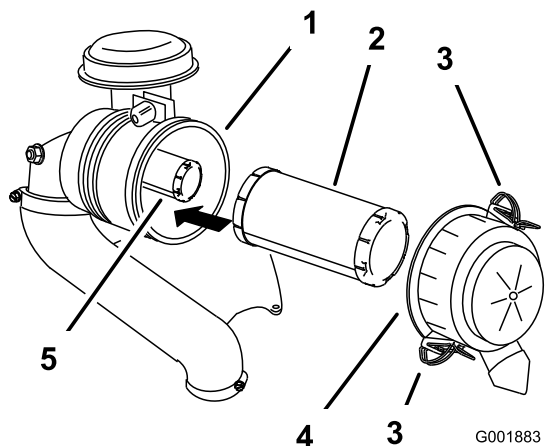

Figura 29
3. Abra los cierres del limpiador de aire y tire de la tapa de la entrada de aire para separarla del cuerpo del limpiador de aire (Figura 29).
5. Extraiga con cuidado el filtro primario de la carcasa del limpiador de aire (Figura 29).
2. Para cambiar el filtro interior, introdúzcalo con cuidado en el cuerpo del filtro (Figura 29).
3. Deslice cuidadosamente el filtro primario por encima del filtro de seguridad (Figura 29).
4. Instale la tapa del limpiador de aire y fije los cierres (Figura 29).